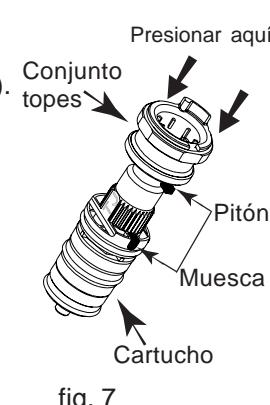

fig. 7
- Pesonar a fondo el conjunto de topes sobre el cartucho, ajustando el boton en la muesca (fig. 7).